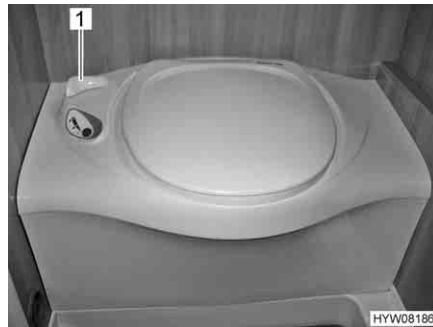

Fig. 226 Inodoro Thetford
- Antes del lavado, abrir la corredera del inodoro Thetford. Para ello, girar la palanca de corredera (Fig. 226,1) en sentido contrario a las agujas del reloj.
- Tras el lavado, cerrar la corredera. Para ello, girar la palanca de corredera (Fig. 226,1) en sentido de las agujas del reloj.